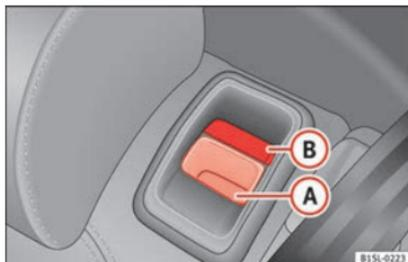

Fig. 136 Banco traseiro: botão de desbloqueio (A); marca vermelha (B).
- Puxe o botão de desbloqueio »» Fig. 136 (A) para a frente e rebata ao mesmo tempo o encosto do banco traseiro.
- O encosto do banco traseiro encontra-se desencaixado quando se vê a marca vermelha do botão (B).